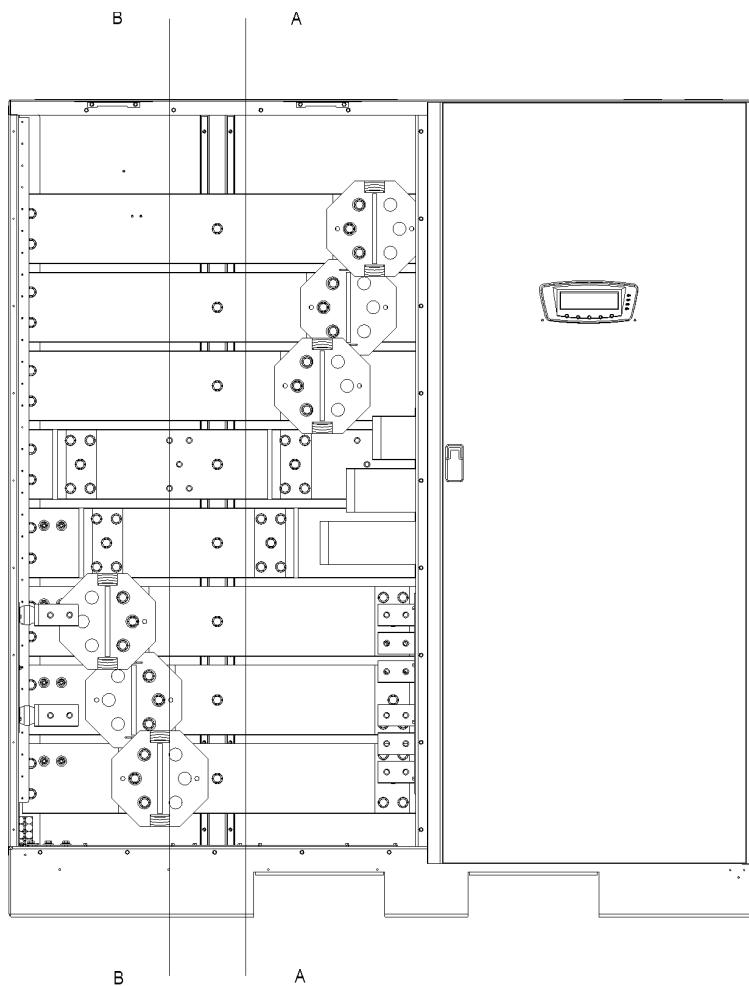

Рис. 4-18. Расположение клемм питания секции ISBM ИБП - раздельный аккумулятор
5. Используя крепежный комплект для подключения внешней проводки, подключите положительные, отрицательные и заземляющие соединения силовой проводки постоянного тока из аккумуляторной системы или разъединителя к клеммам аккумулятора и заземления секции ISBM ИБП. Используйте один набор клемм для каждого UPM, как показано на Рис. 4-18. См. Разд. 3.2.2 на стр. 24 для получения информации о требованиях к проводке и подключению.